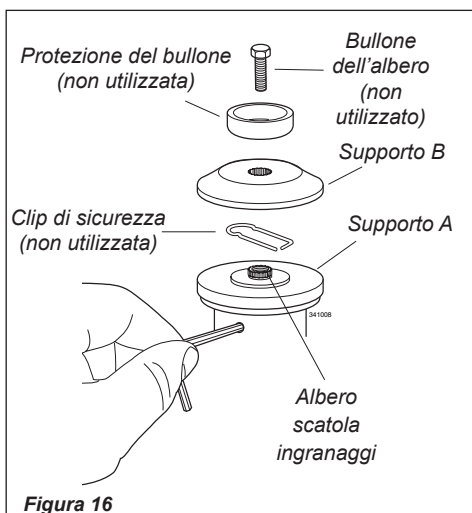

Figura 16
1. Con l'albero di uscita della scatola ingranaggi rivolto verso l'alto, ruotare l'albero e il supporto A fino ad allineare il foro del supporto A al foro corrispondente nella flangia della scatola ingranaggi, quindi bloccare il supporto alla scatola ingranaggi inserendo l'estremità lunga della chiave a brugola attraverso entrambi i fori. Vedere Figura 16.
2. Utilizzando la chiave combinata candele/cacciavite, rimuovere il bullone dell'albero, il supporto B e la clip di sicurezza (la protezione del bullone, il bullone dell'albero e la clip di sicurezza non vengono utilizzati con la testina a filo). Vedere Figura 16.